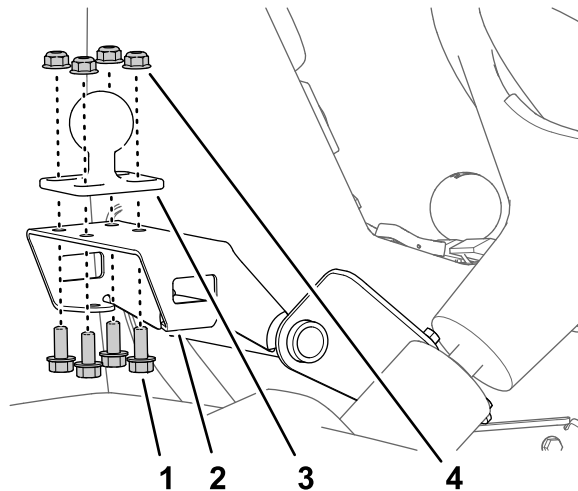

図 163
1. ボールマウントをモニタマウント用ブラケットに組み付ける 図 163 フランジヘッドボルト 5/16" x $\frac{3}{4}$ " 4本とフランジロックナット 5/16" 4個を使用する。